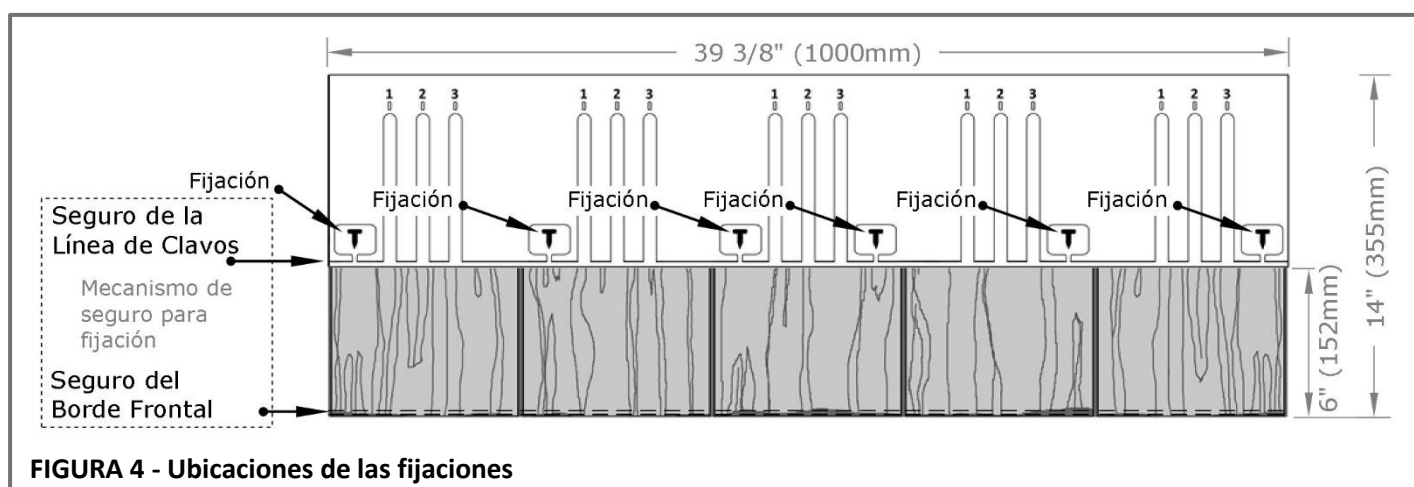

FIGURA 4 - Ubicaciones de las fijaciones
- Las fijaciones deben colocarse dentro de los seis recuadros indicados en la teja. Vea la **Figura 4**.